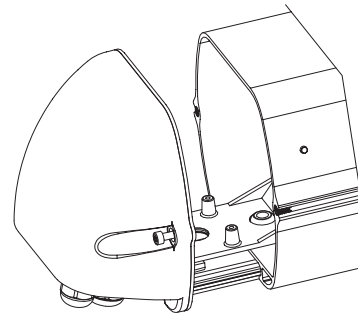

Fig. 1
- Aprire la custodia svitando le viti del fondo posteriore (Fig. 1).
- Ouvrir le caisson en dévissant les vis du fond postérieur (Fig. 1).
- Open the housing, removing the 2 rear screws (Fig. 1).
- Das Gehäuse öffnen, indem man die Schrauben der hinteren Abdeckplatte abnimmt (Fig. 1).